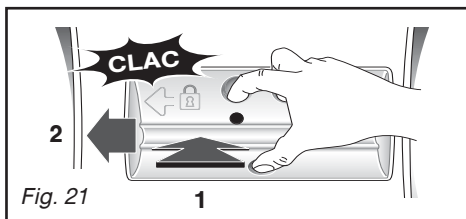

Fig. 21
– remettez la pièce **A** en place en prenant soin de bien la positionner dans les ouvertures au fond du tambour et en la poussant vers la gauche jusqu'à ce qu'elle soit parfaitement encliquetée (Fig. 21).